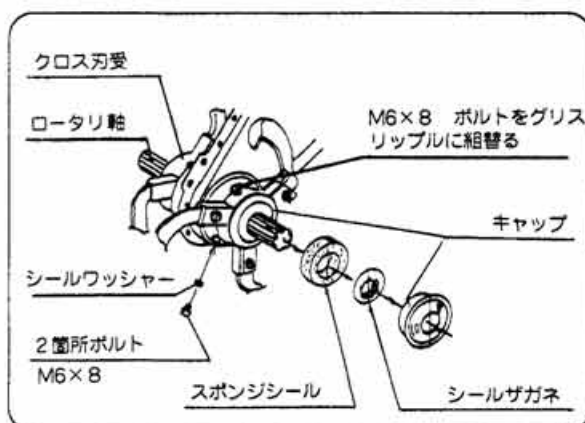

図43
- ② クロス刃受のフランジ部2ヶ所のボルト（M6×8ℓ）を外し、1ヶ所にグリスニップル（付属部分）を取付けてください。（図43）
- ③ グリスポンプでグリス（シャーシグリスは、やわらかい物）を給油してください。
- ④ グリスニップルを取外し、ボルト（M6×8ℓ）左右各2本のボルトを締付けてください。（図43）